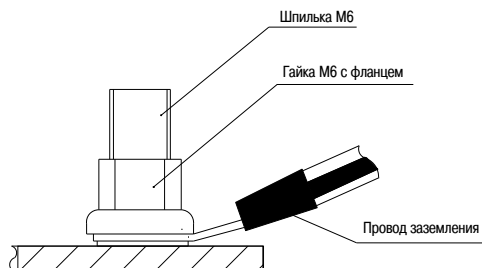

Рисунок 16
3.7 После сборки необходимо произвести заземление двери и боковых панелей с корпусом. Для крепления проводов заземления к шпилькам заземления используются гайки М6 (с фланцем) (рисунок 16):